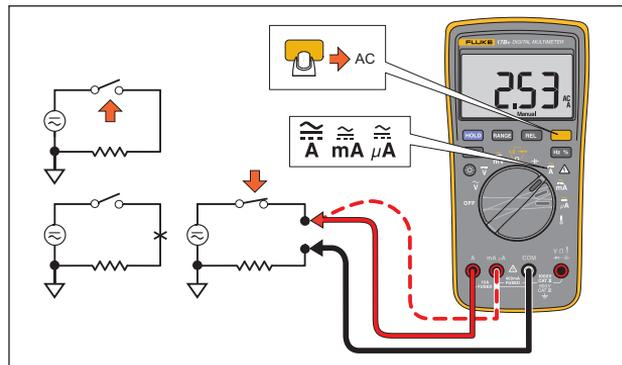

Figura 2. Medición de corriente de CA y CC
3. Conecte la punta de prueba roja al terminal **A** o **mA** μA según la corriente que desee medir y conecte la punta de prueba negra al terminal **COM**. Consulte la Figura 2.